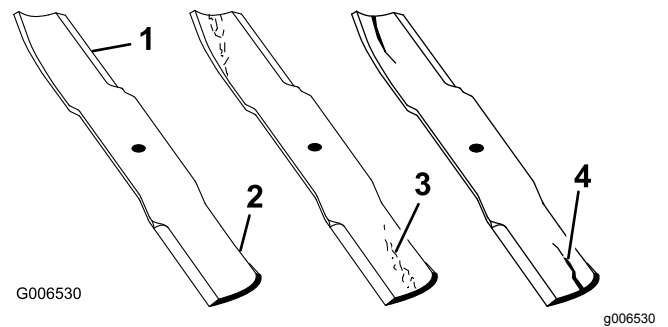

Figura 112
1. Inspeccione as extremidades de corte (Figura 112).
4. Se verificar quaisquer fissuras, desgaste, ou a formação de ranhuras nesta área instale imediatamente uma lâmina nova (Figura 112).